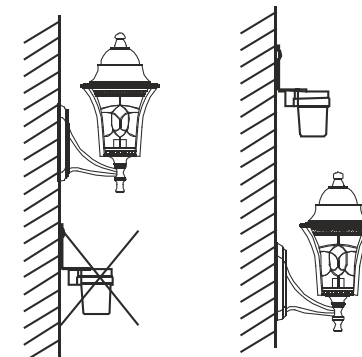

Рис. 1.2 Схема монтажа
1. Перед датчиком освещенности не должно находиться посторонних предметов, препятствующих естественному освещению (рис. 1.2).
2. Перед датчиком не должно находиться качающихся предметов (рис. 1.2).